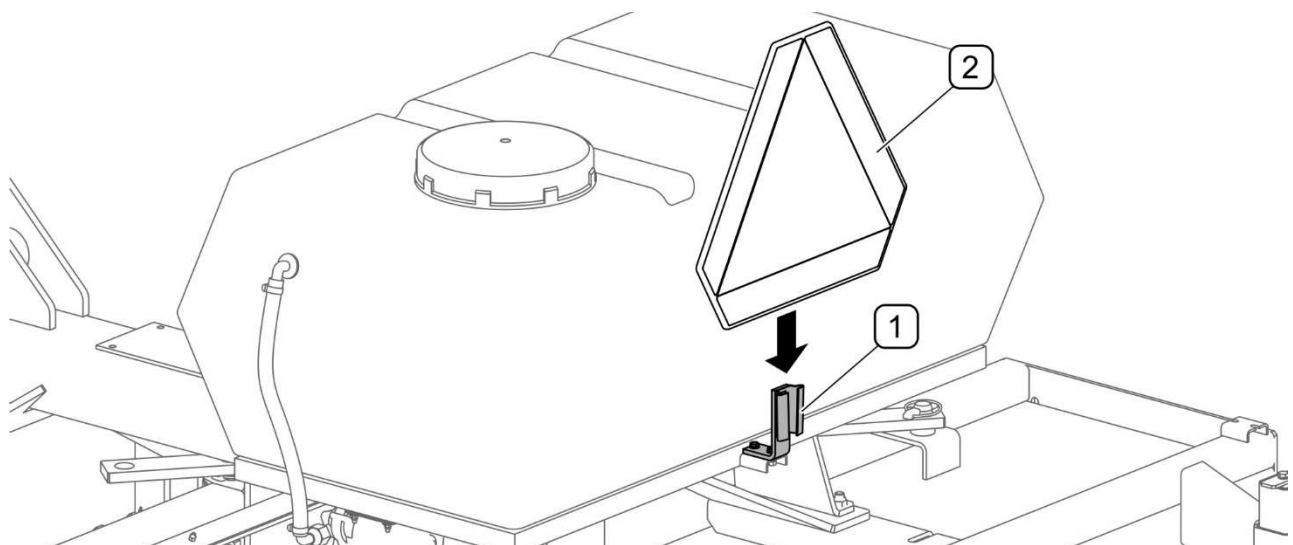

FIGURE 4.11 Support supplémentaire du panneau d'avertissement (option)
- Si la balayeuse rend invisible le panneau d'avertissement *véhicules lents* situé à l'arrière du tracteur, il faut fixer ce panneau dans le support (FIGURE 4.11) sur le châssis de la balayeuse (disponible en tant qu'option).